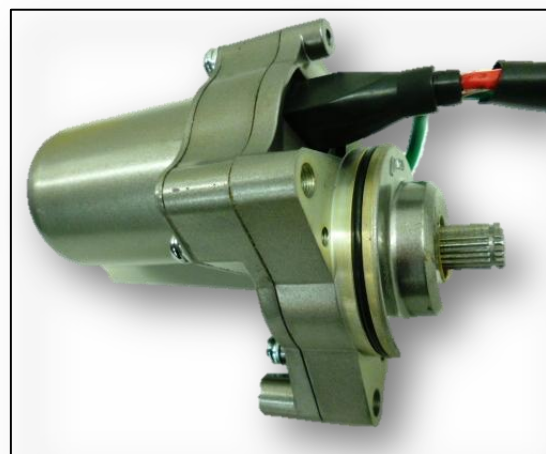

Fig.9A.32
- Remueva los tres tornillos [A] del motor de arranque Fig.9A.33.
- Remueva el armazón [A] del motor de arranque tener precaución con el orín [B] retire el inducido [C] Fig.9A.34.